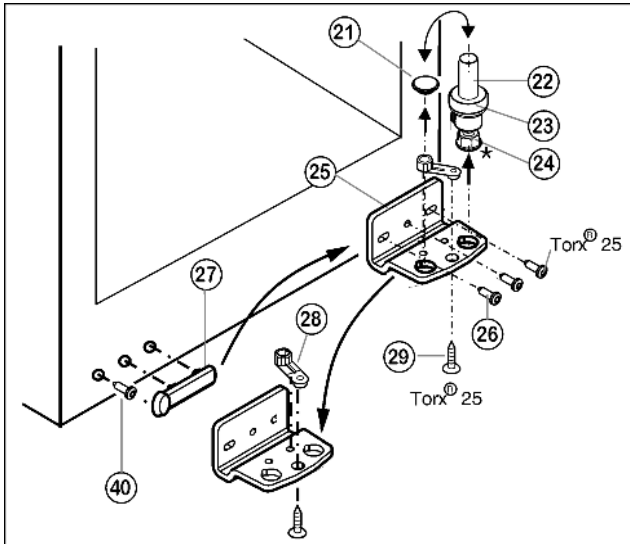

Fig. 5
- ▶ Издърпайте нагоре целия лагерен болт Fig. 5 (22), с шайбата Fig. 5 (23) и крачето* Fig. 5 (24).
- ▶ Свалете тапите Fig. 5 (21).
- ▶ Отвийте Fig. 5 (26) лагерната опора Fig. 5 (25).
- ▶ Развийте Fig. 5 (29) лагерния детайл Fig. 5 (28) и поставете в срещуположния поемащ отвор на лагерната опора, завийте отново.
- ▶ Внимателно повдигнете покритието от страна на дръжката Fig. 5 (27), отвийте винта Fig. 5 (40) и преместете и двете от другата страна.
- ▶ Завийте отново **здраво (с 4 Nm)** лагерната стойка долу Fig. 5 (25) от новата страна на шарнира, при нужда с помощта на акумулаторна отвертка.
- ▶ Отново поставете тапа Fig. 5 (21) в другия отвор.
- ▶ Отново поставете лагерния болт Fig. 5 (22), с шайбата и крачето*. При това обърнете внимание на това, фиксиращата гърбица да сочи назад.
- ▶ Поставете вратата отгоре върху лагерния болт долу Fig. 5 (22).
- ▶ Окачете вратата през двата удължени отвора в лагерната опора долу Fig. 5 (25), регулирайте я успоредно към корпуса на уреда. За тази цел отвийте средния винт.